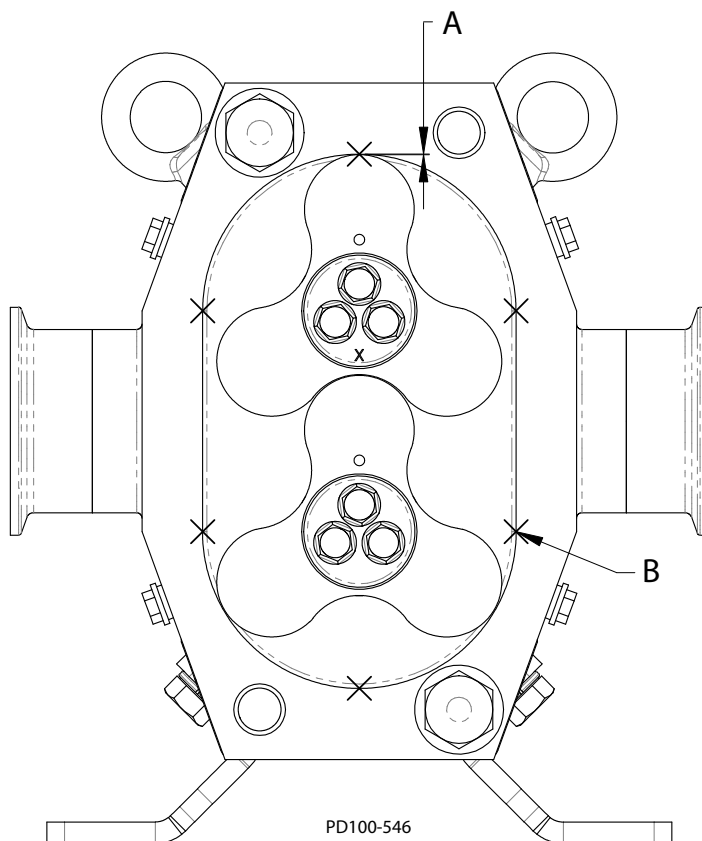

Рис. 64 - Проверка радиального зазора
1. После синхронизации роторов измерьте радиальный зазор каждого лепестка (рис. 64, пункт А) и убедитесь, что зазор находится в пределах, указанных в табл. 12.
2. Проверьте зазоры на всех шести точках на корпусе, как показано на рисунке. См. рис. 64, пункт В.